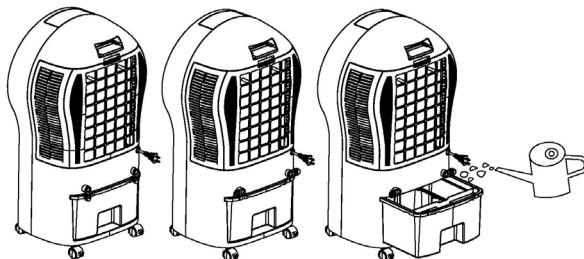

fig. 1
9. Remplissage d'eau: assurez-vous que la machine est débranchée. Ouvrez le réservoir d'eau et remplissez-le d'eau (fig.1). Assurez-vous de ne pas dépasser le niveau d'eau le plus élevé ni de descendre en dessous du niveau d'eau le plus bas (fig. 2). Utilisez de l'eau du robinet propre.